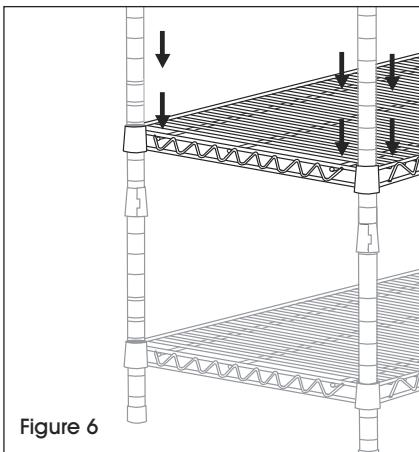

Figure 6
4. Déterminez la hauteur du plateau suivant, enclenchez-le sur les supports, puis ajoutez et fixez le plateau. Répétez l'étape 4 pour ajouter les plateaux restants. (Voir Figure 6)